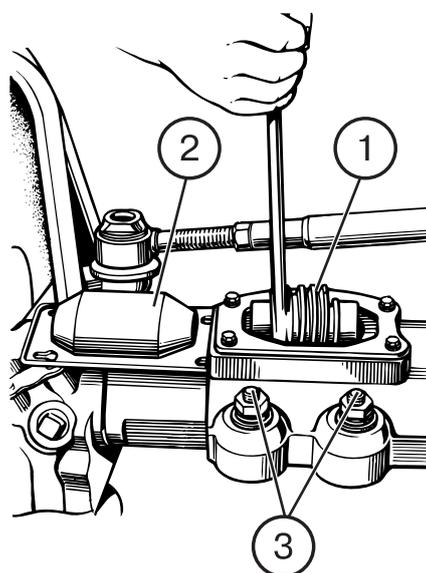
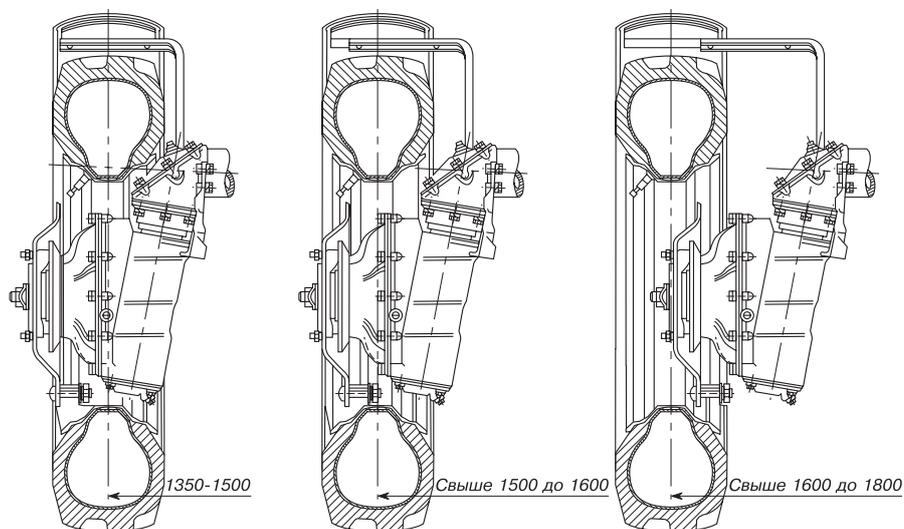

Рис.17.
Рис. 18. Схема установки передних колес тракторов с ПВМ с коническими редукторами на различную колею (кроме Беларус 82Р)
регулирується бесступенчато винтовым механизмом, расположенным на рукавах переднего моста (рис. 17) в трех интервалах (рис. 18): 1350-1500 мм, 1500-1600 мм, 1600-1800 мм.
Для получения требуемой ширины колеи установите соответствующее взаимное расположение обода колеса относительно диска так, как показано на рис.18.
Для изменения колеи поднимите переднюю часть трактора (или поочередно передние колеса), обеспечив просвет между колесами и грунтом, задние колеса затормозите, после чего (рис.17):
**А. Установка гидроцилиндра рулевого управления на переднюю неведущую ось (рис. 18а)**
**Рис.18а**
После изменения ширины колеи передних колес отрегулируйте схождение путем изменения длины рулевой тяги (рис. 18г).
Рис.18г